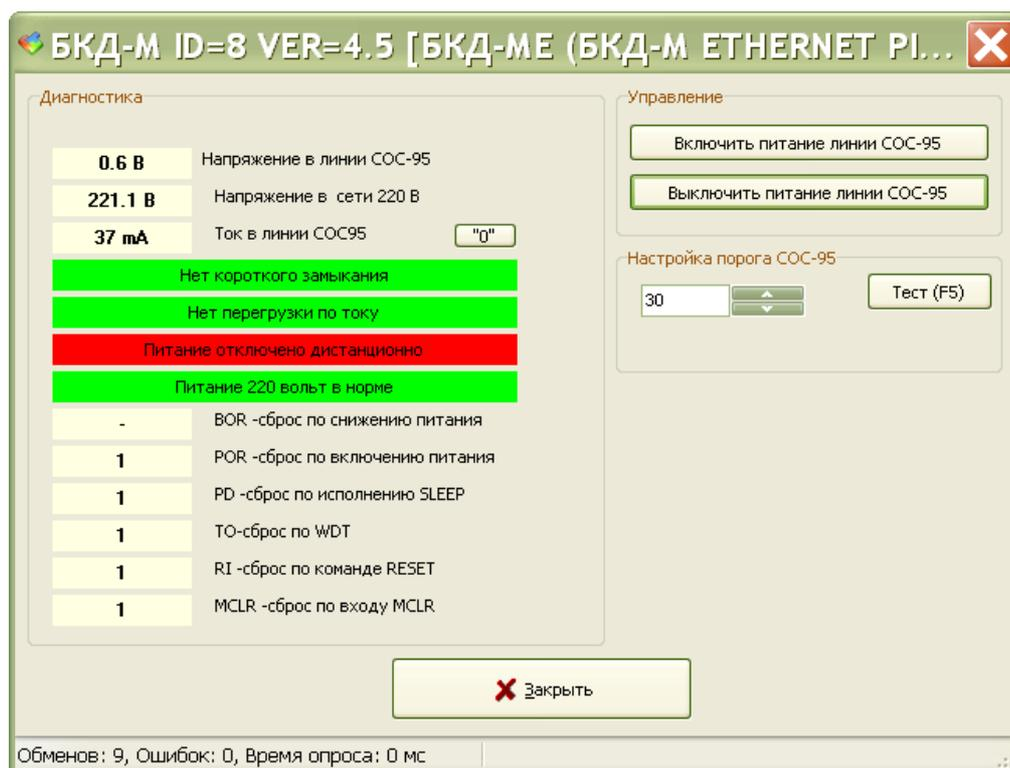

Рисунок 34
- 4) Выбрать найденный блок в таблице устройств и нажать кнопку «Тест». Откроется окно с параметрами блока (рисунок 34).